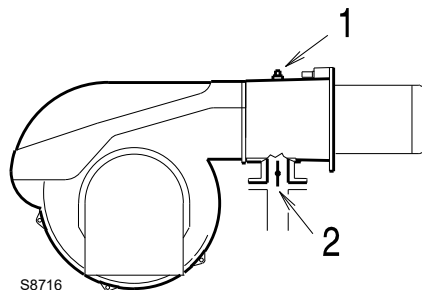

Fig. 23
Presiunea gazului măsurată la ieșirea 1)(Fig. 23), cu
Căderea de presiune a supapei fluture de gaz 2)(Fig. 23) cu deschidere maximă: 90°.
- scădeți presiunea din camera de ardere din presiunea gazului la orificiul 1)(Fig. 23).
Presiunea gazului la racordul 1)(Fig. 23) = 17,0 mbar
Pentru a afla presiunea de gaz necesară la racordul 1)(Fig. 23), setați puterea maximă de modulare la care doriți să funcționeze arzătorul:
- Citiți în dreapta, coloana 1, presiunea la robinetul 1)(Fig. 23).
presiunea necesară la racordul 1)(Fig. 23).